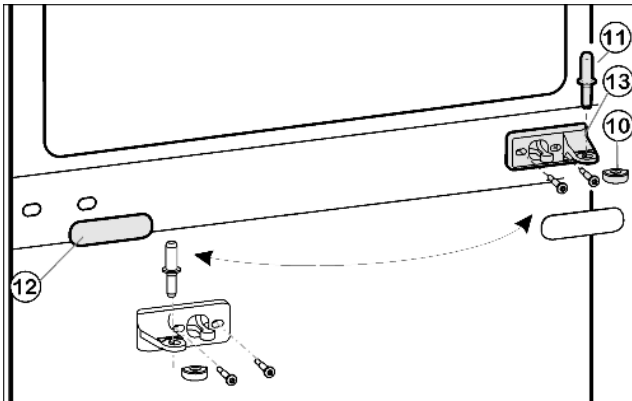
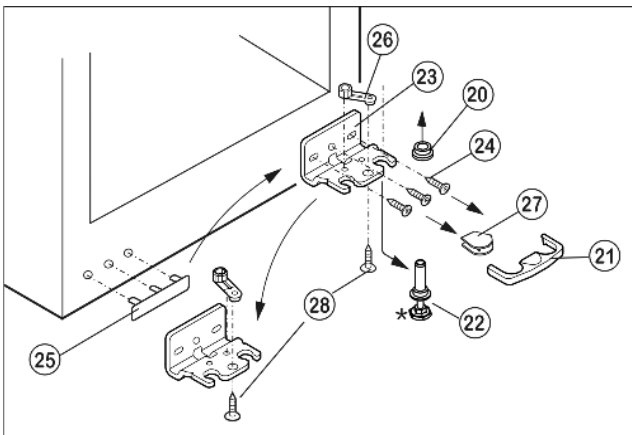

Fig. 5
Fig. 6
- ▶ Вытащите из опорного кронштейна и нижней дверцы средний опорный палец Fig. 5 (11).
- ▶ Пластмассовый колпачок Fig. 5 (10) снимите.
- ▶ Снимите средний опорный кронштейн Fig. 5 (13).
- ▶ Осторожно снимите накладку Fig. 5 (12).
- ▶ Открутите средний кронштейн Fig. 5 (13) и прикрутите его с поворотом на 180° на новую сторону шарнира с усилием мин. 4 Нм.
- ▶ Защелкните накладку Fig. 5 (12), повернув на 180°, на стороне, где теперь будет ручка.
- ▶ Предохранитель Fig. 6 (21) снимите движением вперед.
- ▶ Снимите крышку Fig. 6 (27).\*
- ▶ Полностью вверните регулируемую опору Fig. 6 (22).
- ▶ Вытяните опорный палец Fig. 6 (22) вниз и вперед. При этом следите за гнездом шарнира Fig. 6 (20).
- ▶ Открутите опорный кронштейн Fig. 6 (23) (3 шт. Torx 25) Fig. 6 (24).
- ▶ Открутите опорную деталь Fig. 6 (26) (1 Torx 25) Fig. 6 (28) и, переставив в отверстие на противоположной стороне опорного кронштейна, снова прикрутите.
- ▶ Осторожно приподнимите и переставьте крышку Fig. 6 (25) со стороны ручки.
- ▶ Снова прикрутите нижний опорный кронштейн Fig. 6 (23) на новой стороне шарнира при необходимости с помощью аккумуляторного шуруповерта с усилием мин. 4 Нм.
- ▶ Установите крышку Fig. 6 (27) на противоположной стороне.\*
- ▶ Предохранитель (21) нужно зафиксировать сбоку на кронштейне, чтобы опорный палец и двери были защищены от выпадения.
- ▶ Снова защелкните предохранитель (21) на опорном кронштейне.
- ▶ Наденьте гнездо шарнира Fig. 6 (20).
- ▶ Установите нижнюю дверцу сверху на нижний опорный палец Fig. 6 (22).
- ▶ Снова наденьте пластмассовый колпачок *Fig. 5 (10)* на средний опорный кронштейн *Fig. 5 (13)*.
- ▶ Вставьте средний опорный палец *Fig. 5 (11)* на новой стороне шарнира через средний опорный кронштейн *Fig. 5 (13)* в нижнюю дверцу.
- ▶ Установите верхнюю дверцу на средний опорный палец *Fig. 5 (11)*.
- ▶ При необходимости выровняйте дверцы через два продольных паза в нижнем опорном кронштейне *Fig. 6 (23)* и среднем опорном кронштейне *Fig. 5 (13)* параллельно корпусу устройства. Для этого выкрутите средний винт на нижнем опорном кронштейне *Fig. 6 (23)*.